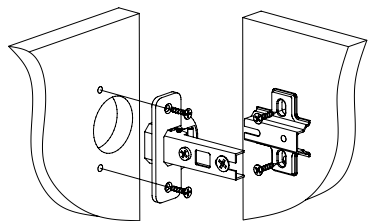

Рис.3
2. При помощи шурупов 3,5x16 установить петли на дверь- деталь 1 и ответные планки петель на деталь 8 (Рис. 3).